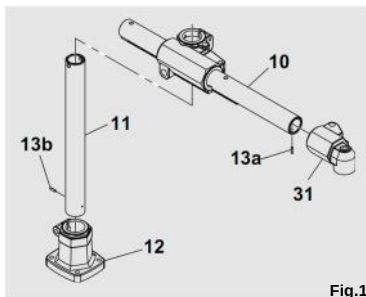
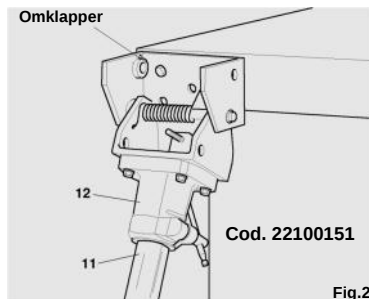

Fig.1
Fig.2
In het geval dat de steun op een eventuele "Omklapper" (zie Fig.2) wordt gemonteerd, zorgt het veiligheidssysteem **Elastic Pin System**, via pen (13b) (zie Fig.1), ervoor dat de verticale kolom (11) niet van de basis (12) afglijdt, zelfs als de handgreep niet vast is gezet.
Dit veiligheidssysteem geldt ook voor de horizontale kolom (10) (zie Fig.1), omdat de pen (13a) ervoor zorgt dat de pijp niet kan losraken van de buis.